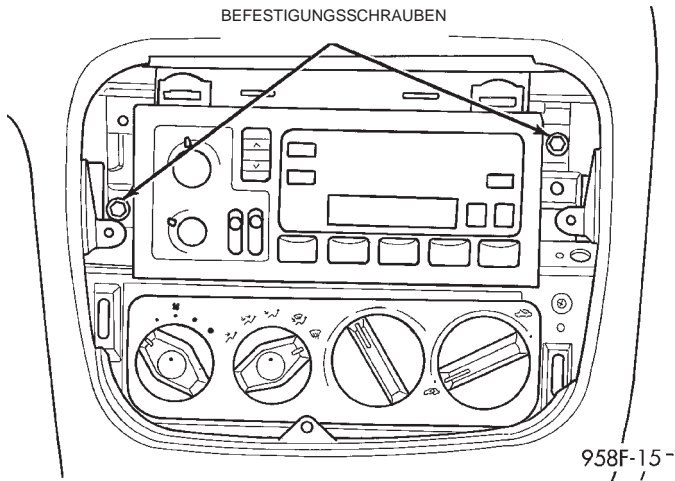

Abb. 9 Radio
- (2) Die beiden Befestigungsschrauben des Radios lösen (Abb. 9).